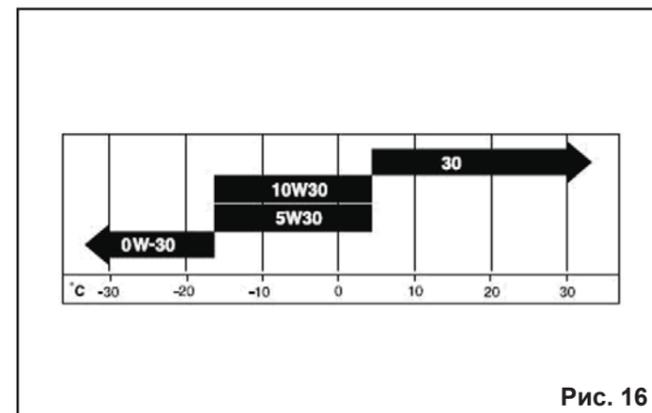

Рис. 16
**Примечание:** Для запуска двигателя и эксплуатации снегоуборщика в условиях низких температур (см. диаграмму на рис.16) допускается использование синтетического моторного масла для 4-тактных двигателей вязкостью SAE 5W30.